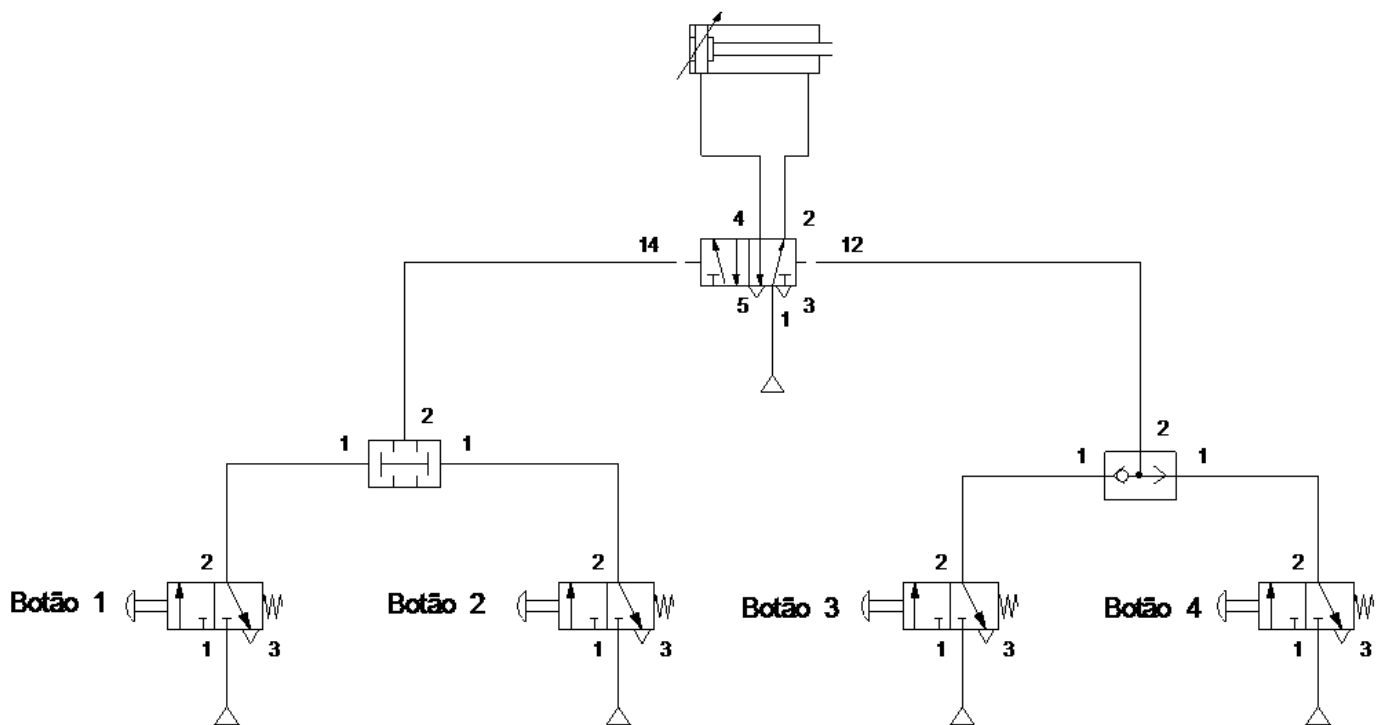

Figura 04 – Circuito Pneumático
25. Analise o circuito pneumático mostrado na figura 04.